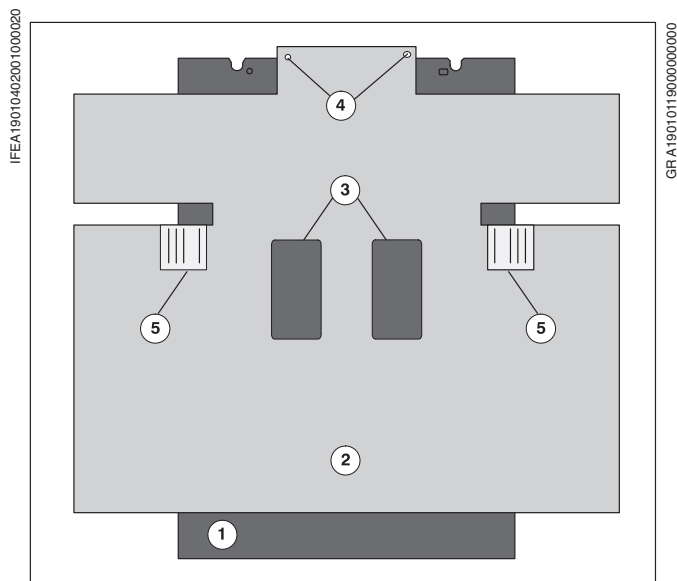

Рис. 4 Вспомогательное приспособление для штанцевания
Вспомогательное приспособление (Рис. 4/②) - это миллиметровая пленка, которая подвешивается в штанцевальный аппарат. Она служит для правильной центровки печатной формы перед штанцевкой, если, например, передняя кромка печатной формы была отрезана не под прямым углом к кромкам. Печатная форма (Рис. 4/①) продвигается под вспомогательное приспособление.
- ① Вспомогательное приспособление (Рис. 4/②) положить на штанцевальный аппарат и на отверстиях (Рис. 4/④) подвесить на упорные штифты штанцевального аппарата.
- ② Продвинуть печатную форму (Рис. 4/①) под вспомогательным приспособлением до упора (Рис. 4/②).
- ③ Выровнять печатную форму с помощью боковых упоров по центру; линии (Рис. 4/⑤) облегчают выравнивание.
- ④ Боковые упоры немного отодвинуть от печатной формы. Выровнять печатное изображение формы с помощью вырезов (Рис. 4/③) вспомогательного приспособления точно по миллиметровому растру вспомогательного приспособления.
- ⑤ Зафиксировать печатную форму в вырезах (Рис. 4/③) вспомогательного приспособления и опустить рычаг штанцевального аппарата вниз до упора.
- ⑥ Отпустить рычаг штанцевального аппарата и вытащить высеченную форму из-под вспомогательного приспособления.